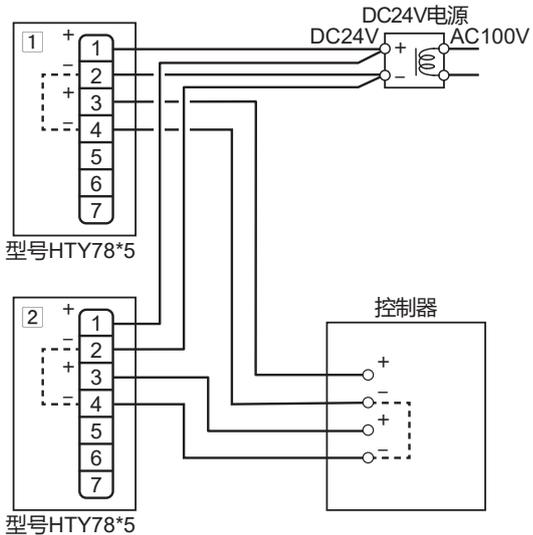

图15
•但 1 1 (+) - 2 1 (+)、1 2 (-) - 2 2 (-) 请按“图15”所示接线。
(注) DC电源与新安装时相同 (图15)。